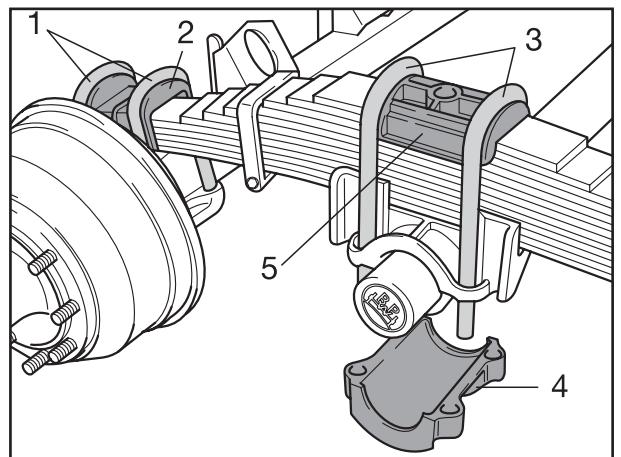

Fig. 3
- [6] An der betreffenden Blattfeder Kontermuttern und Muttern von den äußeren Federbügeln (Fig. 3/1) abschrauben, Federbügel abziehen.
- [7] Federspanngehäuse (Fig. 3/2) mit Gummiplatte abnehmen.
- [8] Kontermuttern und Muttern der Federbügel (Fig. 3/3) am Federlager abschrauben, Federbügel abziehen.
- 👉 **Federlagerunterteil (Fig. 3/4) - bei Baureihe GW - mit abnehmen.**
- [9] Federspanngehäuse (Fig. 3/5) von der Blattfeder abnehmen.
- [6] Unscrew lock nuts and nuts from the trunnion U-bolts (Fig. 3/1), and remove the U-bolts.
- [7] Remove spring housing (Fig. 3/2) together with rubber plate.
- [8] Unscrew lock nuts and nuts of the axle U-bolts (Fig. 3/3) at the spring hanger, remove U-bolts.
-  **Also remove bottom part of spring hanger (Fig. 3/4) - on Series GW -.**
- [9] Remove spring housing (Fig. 3/5) from the leaf spring.
- [6] Dévisser les contre-écrous et écrous des brides de ressort extérieures (fig. 3/1), retirer les brides de ressort.
- [7] Enlever le carter de ressort (fig. 3/2) et la plaque en caoutchouc.
- [8] Dévisser les contre-écrous et écrous des brides de ressort (fig. 3/3) au niveau de la main de ressort, retirer les brides de ressort.
-  **Pour la série GW: retirer en même temps la partie inférieure de la main de ressort (fig. 3/4).**
- [9] Retirer le carter de ressort (fig. 3/5) du ressort à lames.